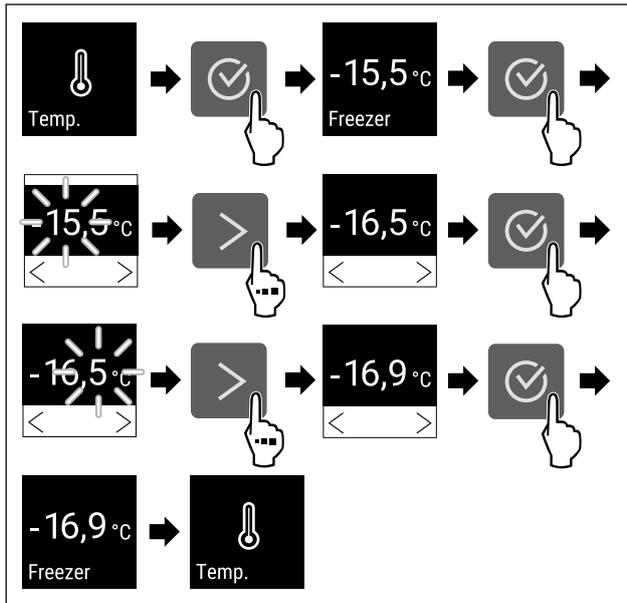

Fig. 66 Cambio de temperatura de -15,5°C a -16,9°C
- Seguir los pasos de procedimiento (consulte Fig. 66).